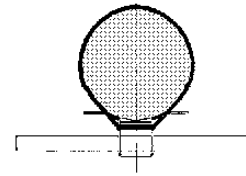

Figure 25
A.- Fixation au moyen de bandes, quel que soit le diamètre du poste (figure 25).